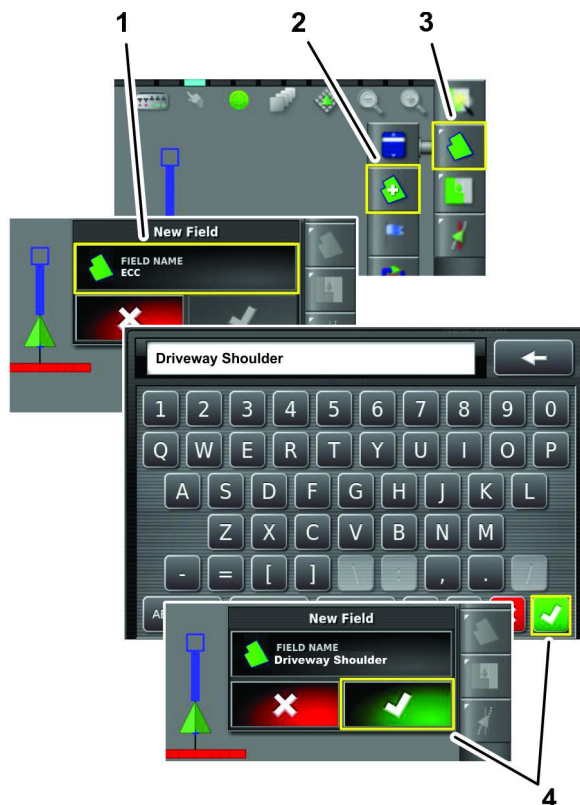

Figura 38
1. Pulse el icono Menú de parcelas y pulse el icono Nuevo perímetro de parcela (Figura 38).
2. Pulse el icono Nombre de parcela (Figura 38).
3. Introduzca el nombre de parcela con el teclado en pantalla, y pulse el icono Confirmar (Figura 38).
4. En el cuadro de diálogo Nueva parcela, pulse el icono Confirmar (Figura 38).